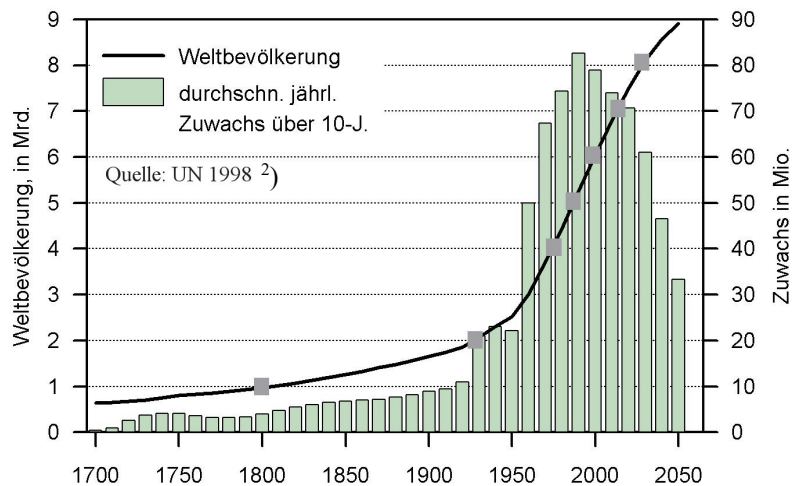

Abb.4: Weltbevölkerung
- Wir haben einen ungebremsten **Anstieg** der **Weltbevölkerung** (Abb.4). Dadurch brauchen immer mehr Menschen Energie.